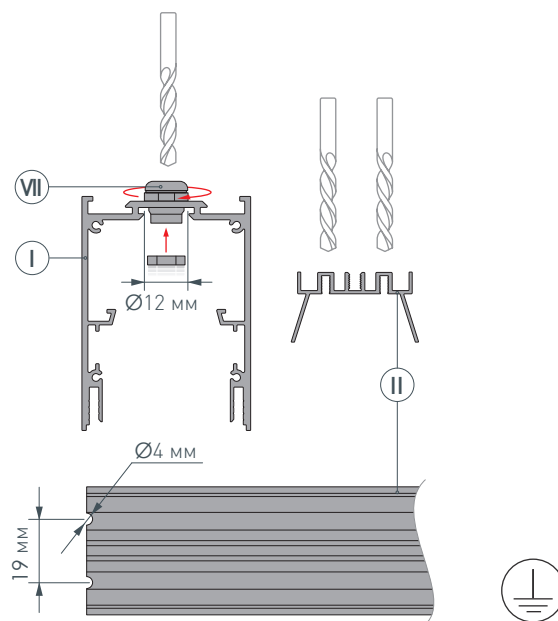

Рис. 1. Подготовка отверстий для вывода кабелей на основании для светодиодной ленты **II**. Вид сверху
- 1** / Просверлите отверстие  $\varnothing 12$  мм в профиле **I** для вывода сетевого кабеля, а также для установки клемм заземления профиля и блока питания. Затем просверлите два отверстия  $\varnothing 4$  мм в основании для ленты **II** для вывода кабеля питания светодиодной ленты, как показано на рис. 1. **Установите клеммы заземления профиля и блока питания.** Установите и зафиксируйте в профиле **I**, в отверстии для сетевого кабеля медную муфту **VII**.